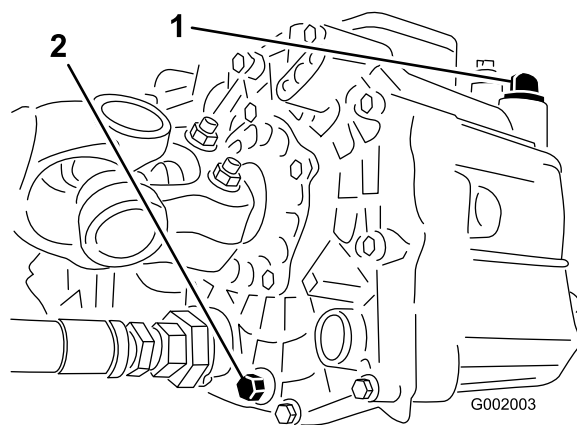

Figura 55
3. Retire o bujão de escoamento da parte lateral do reservatório e deixe o fluido hidráulico escorrer para o recipiente (Figura 55).